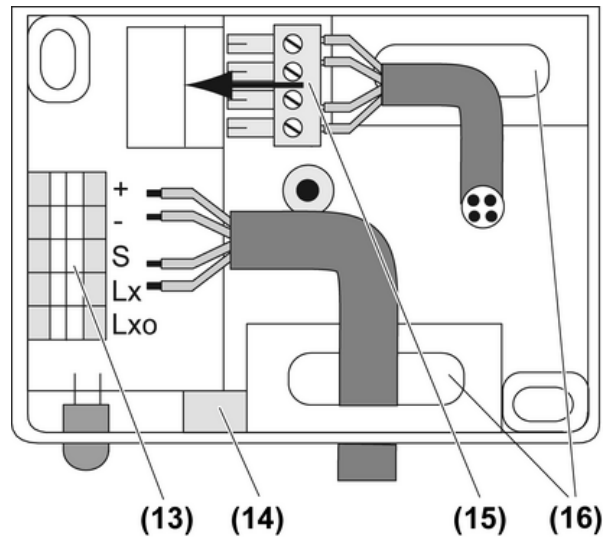

Bild 14: Anschlussdose System-Sensor
- Außer bei Montage in staubigen Räumen Kondenswasserloch (14) öffnen (Bild 14).
- Anschlussleitung durch Gummitülle (16) in den Anschlussraum führen (Bild 14).
- Sensorleitung an Klemmenblock (13) anschließen (Bild 14).
- Sensorstecker (15) auf Kontakte in Anschlussdose stecken (Bild 14).
- Sensorgehäuse auf Anschlussdose aufsetzen und mit Zentralschraube (5) befestigen.